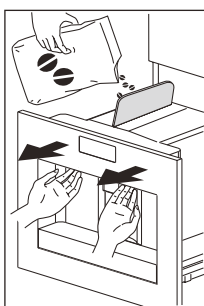

Abb. 14
- Ziehen Sie das Gerät an den Griffen heraus. (Abb. 14).